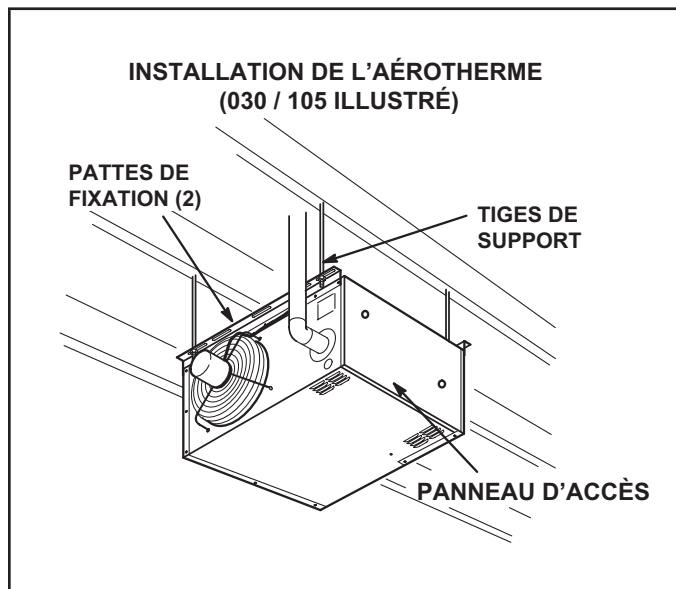

FIGURE 5
L'unité peut être installée comme illustré à la Figure 5 ou tournée de 180 degrés.
- 6 - Pour maintenir l'unité, fixer la patte de fixation à une solive ou une poutre du plafond. Il est également possible d'installer l'unité sur des tiges de support comme illustré à la Figure 5.